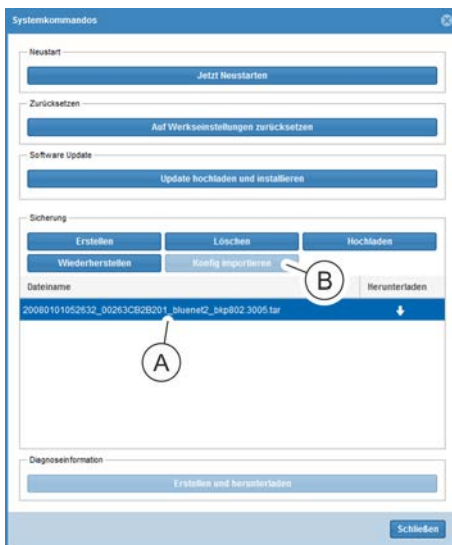

Abb. 263: Konfiguration importieren
6. ➔ Sicherung auswählen (Abb. 263/Ⓐ) und über „Konfig importieren“ (Abb. 263/Ⓑ) die Konfiguration auf die PDU laden.